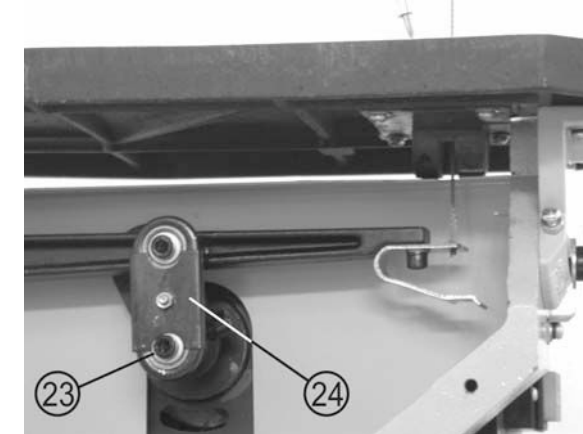

Рис.10
13.3.2. Через каждые 50 часов работы смазывайте подшипники (23) приводного узла (24), Рис.10, машинным маслом. Предварительно выверните болты с внутренним шестигранником. Очистите лобзик.